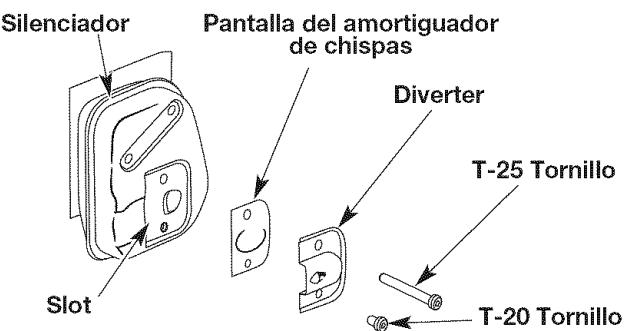

Fig. 35
- de los pararrayos de la chispa al silenciador (Fig. 35).